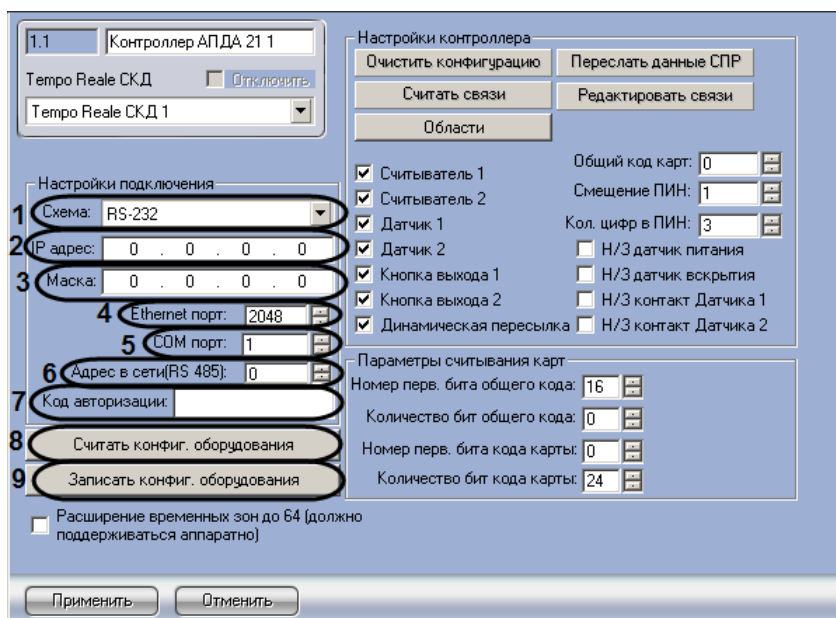

Рис. 3.3—3 Настройка подключения контроллера АПДА.21 к Серверу *Интеллект*
1. Перейти на панель настройки объекта **Контроллер АПДА 21** или **Контроллер АПДА 41** (Рис. 3.3—3).
2. Из раскрывающегося списка **Схема**: выбрать схему подключения контроллера к Серверу *Интеллект* (см. Рис. 3.3—3, 1).
3. В случае, если выбрана схема **Ethernet**, в поле **IP адрес**: ввести с помощью маски IP-адрес контроллера (см. Рис. 3.3—3, 2).
4. В случае, если выбрана схема **Ethernet**, в поле **Маска**: ввести маску подсети, в которой находится контроллер (см. Рис. 3.3—3, 3).
5. В случае, если выбрана схема **Ethernet**, в поле **Ethernet порт**: ввести Ethernet-порт подключения Сервера *Интеллект* к контроллеру (см. Рис. 3.3—3, 4).
6. В случае, если контроллер подключается к Серверу *Интеллект* по интерфейсу RS-232, в поле **СОМ порт** ввести номер СОМ-порта Сервера *Интеллект*, используемый для подключения к контроллеру (см. Рис. 3.3—3, 5).